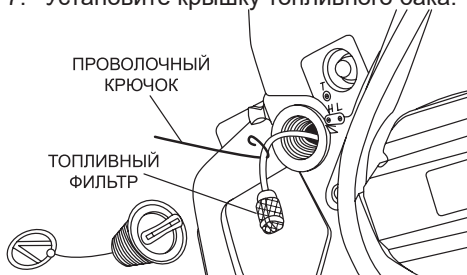

Рис. 19 Обслуживание топливного фильтра
3. Зацепите крючком топливный шланг с фильтром и вытяните через заливную горловину (Рис. 19).